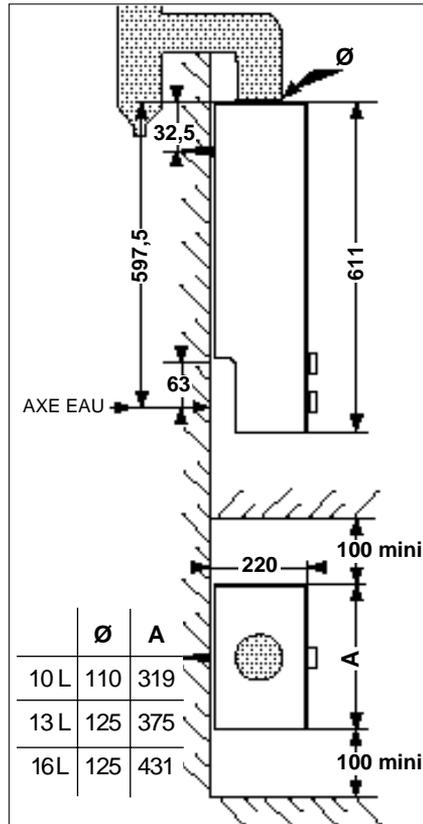

Fig. 2
- Placer le trou de pointage de la plaque d'accrochage à 597,5 mm au dessus de l'axe d'arrivée d'eau (fig. 2).
- Placer les fourreaux d'étanchéité "B" sur les 2 tétons d'accrochage (fig. 2 a).
Fig. 2 a
Prévoir un pot de purge attenant au conduit d'évacuation, afin de recueillir les condensations éventuelles de la cheminée (voir fig. 2).